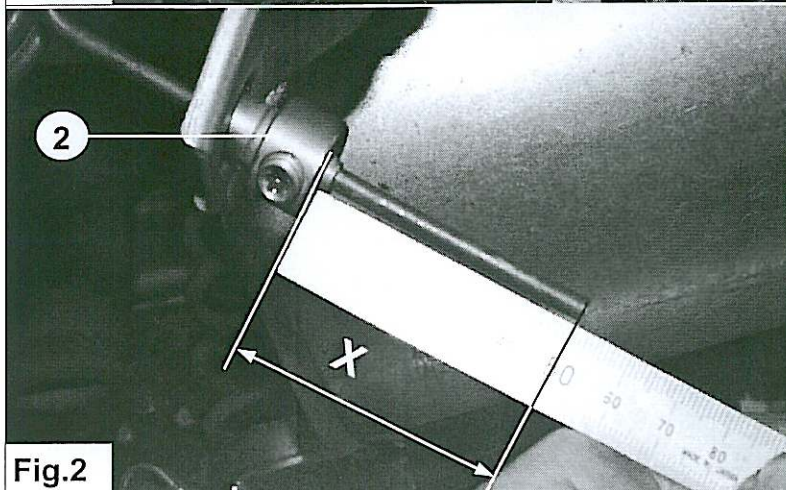

Fig.2
4. Adjust the LSV with sliding piece 2 so that $X=50\text{mm} \pm 0.5$ See Fig. 2.
4. Réglez le CFA avec la pièce coulissante 2, de sorte que $X = 50 \text{ mm} \pm 0,5$. Voir fig. 2.
4. Ajuste la LAR mediante la parte corredera 2, hasta que $X = 50 \text{ mm} \pm 0,5$. Véase fig. 2.